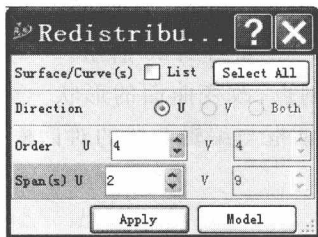

图 1.18
(2) : 重新参数化曲线(Redistribute B-Spline)。增加曲线的Order(阶次)或Span(跨度)数,控制点增多,可使曲线模拟更复杂的形状,但将增加编辑曲线的难度,影响曲线的光顺性。如图1.18所示。
(2) : 重新参数化曲面(Redistribute B-Spline)。增加曲面的 Order(阶次)或 Span(跨度), 控制点增多, 可使曲面模拟更复杂的形状, 但将增加编辑曲面的难度, 影响曲面的光顺性。其对话框与重新参数化曲线的对话框一样, 如图 1.18 所示。